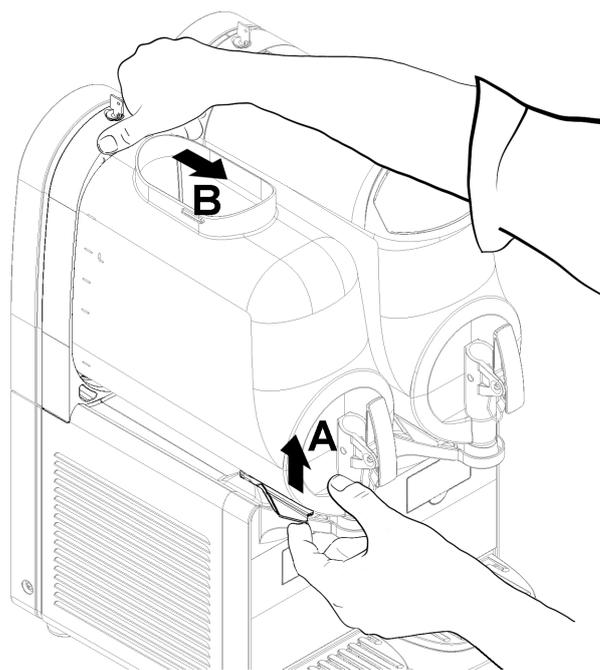
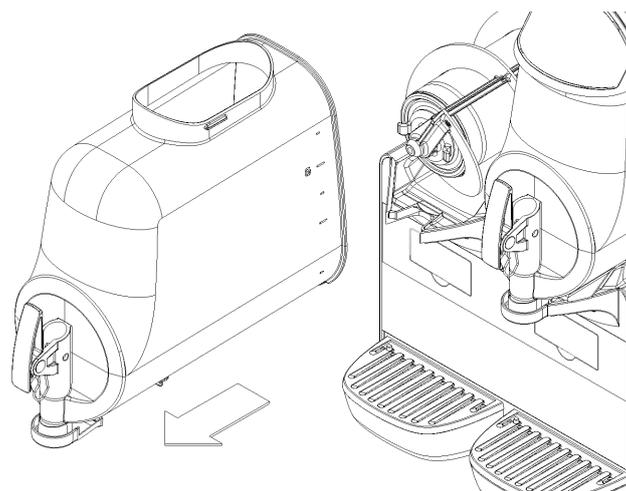

figura 10
figura 11
**2** Per smontare il contenitore è necessario spingere verso l'alto l'apposita leva (vedere figura 10) e quindi sfilare il contenitore stesso (vedere figura 11).
tole stesso (vedere figura 11).
3 Rimontare il rubinetto sul contenitore con sequenza inversa rispetto a quella di figura 11.